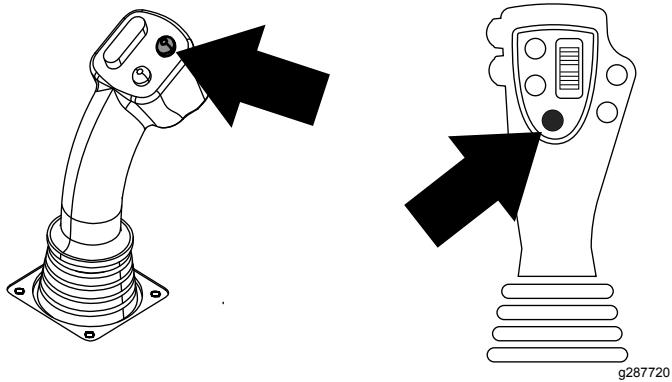
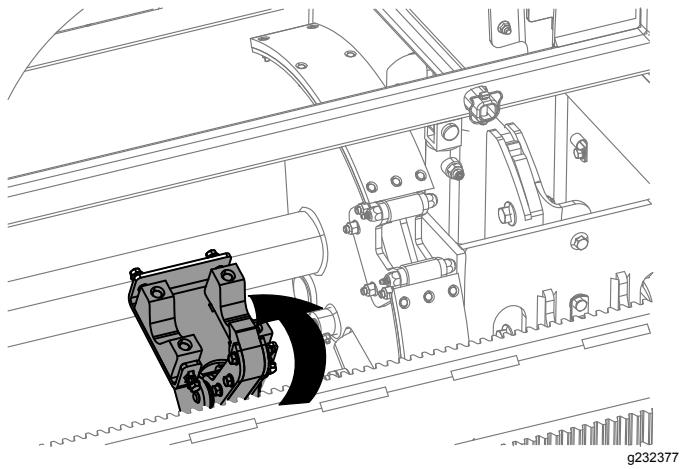

Figura 18
Figura 19
6. Segure o botão inferior esquerdo no joystick com 8 botões, ou o botão superior no joystick com 4 botões, para segurar a haste (Figura 18 e Figura 19) e, em seguida, solte o botão.